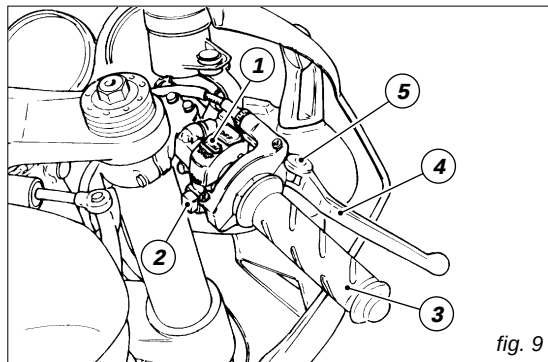

fig. 9
Commutatore destro (fig. 9)
*Manopola girevole comando acceleratore (fig. 9)
*Leva comando freno anteriore (fig. 9)